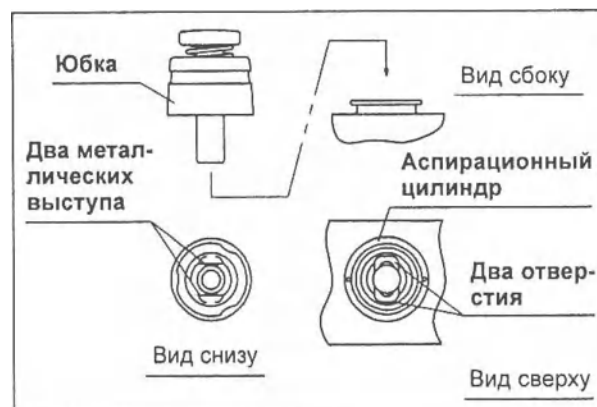

Рис. 3.9
2. Присоедините клапан для аспирации к аспирационному цилиндру эндоскопа (см. Рис. 3.9 и 3.10). Убедитесь в том, что клапан установлен правильно, и его юбка не топорщится.